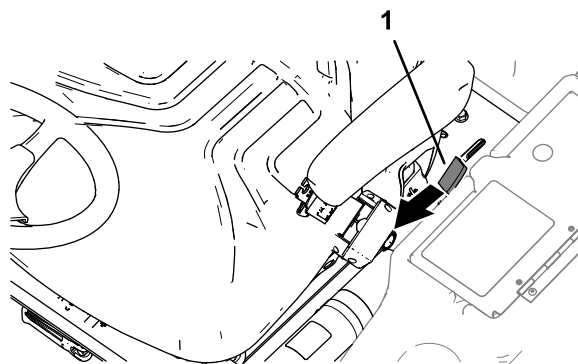

Figure 1
1. Déplacez la poignée de verrouillage de la plate-forme (Figure 1) vers l'avant de la machine jusqu'à ce que les crochets du verrou se désengagent de la barre de verrouillage.